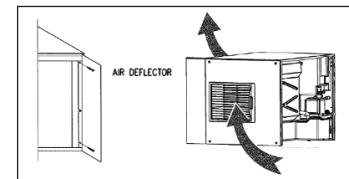

Fig 10.
m) Installation du déflecteur d'air (livré en standard) (Fig 10). Le déflecteur doit être installé comme indiqué pour empêcher le recyclage de l'air chaud au travers du condenseur.